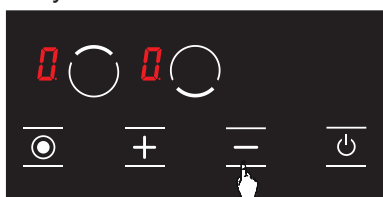

Рисунок 22
3. Нажмите кнопку **-** еще раз. (см. Рисунок 22) Это необходимо сделать сразу после 2-го шага. Блокировка от детей будет отключена. Это означает, что блокировка ребенка останется пассивной, даже если варочная панель перезапускается.